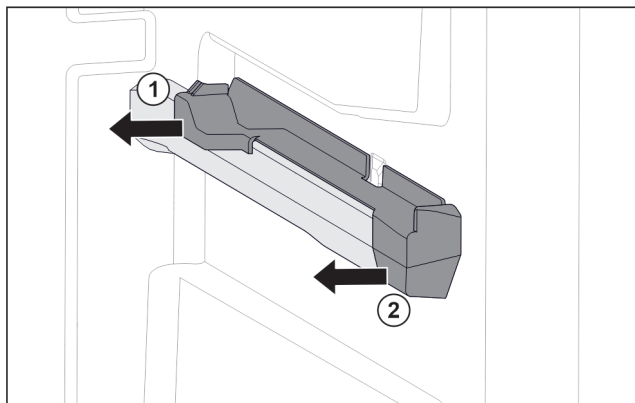

Fig. 84 Tillsats på den högra behållarens galler
- ▶ Dra bort tillsats i bak i sidled. Fig. 84 (1)
- ▶ Dra bort tillsats i fram i sidled. Fig. 84 (2)